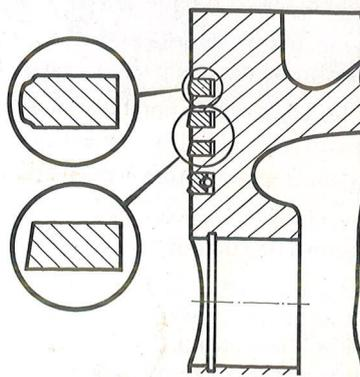

Figure 20. Emplacement des segments de pistons
6. Monter les segments de pistons en se servant de la pince à segments. Commencer par le segment racleur dont l'orientation est facultative. Monter les segments de compression indiqués sur la figure 20 en notant que les coupes des segments doivent être régulièrement réparties sur toute la périphérie du piston.